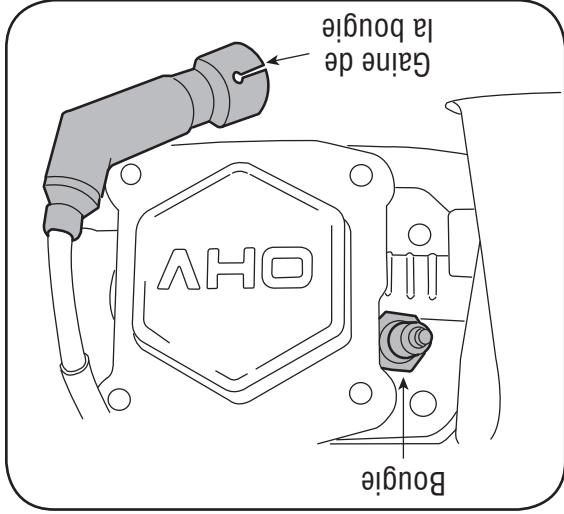

Figure 10-3
- Dégagez la gaine de la bougie et utilisez une clé à bougie pour la démonter. Voir la Figure 10-3.